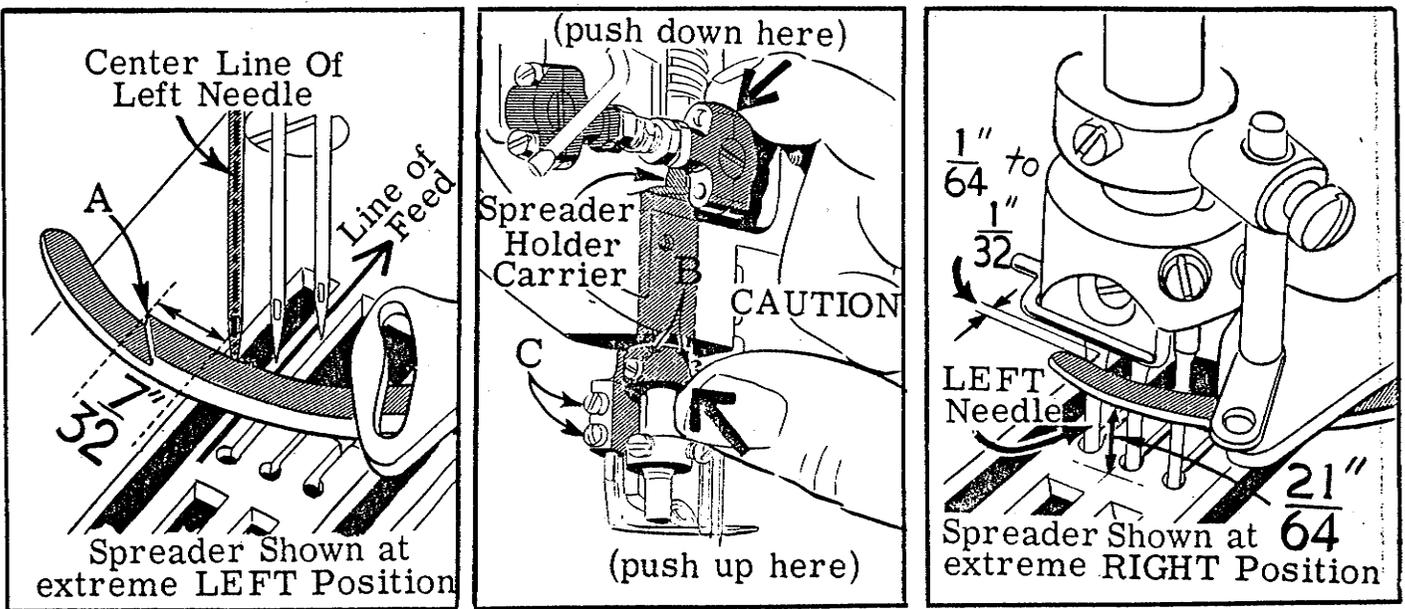

Fig. 39
Fig. 39 Cuando el recubridor está en el extremo máximo izquierdo de su recorrido, la punta de la muesca que lleva el hilo (A) deberá sobresalir $7/32$ " de pulgada (5.56 mm.) a la izquierda de la línea central de la aguja izquierda. Aflojando los tornillos (B) el sujetador del recubridor puede ser colocado a la medida requerida. Este ajuste es parecido en ambas máquinas. Cuando se estén apretando de nuevo los tornillos (B), asegúrese de empujar hacia abajo sobre el soporte sujetador del recubridor y hacia arriba sobre el sujetador del recubridor también es el anillo de ajuste inferior para el soporte sujetador recubridor. En la 52800 y 57800, ajuste el recubridor para que esté separado del cabo de la aguja izquierda de $1/64$ " a $1/32$ " de pulgada (0.40 a 0.79 mm.). Un ajuste altura de $21/64$ " de pulgada (8.33 mm.) entre la parte inferior del recubridor y la parte superior de la plancha-aguja debe ser mantenido. Los ajustes de colocación y altura son obtenidos aflojando los tornillos (C) y moviendo el recubridor según sea necesario. Apriete de nuevo los tornillos (C).